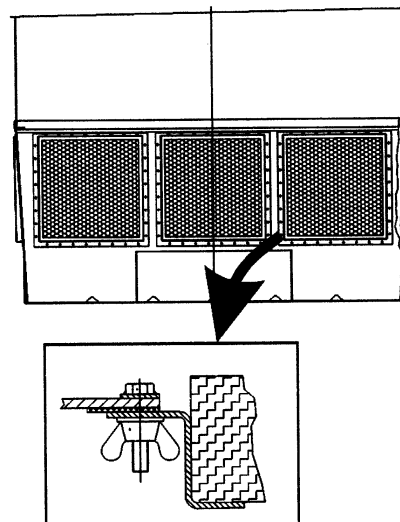

Fig. 12
2. Fit the wing nuts to fasten the louver (fig. 12).
2. Placer les écrous papillon correspondants pour fixer la persienne (fig. 12).
2. Poner las tuercas de palomilla correspondientes para fijar la persiana (fig. 12)